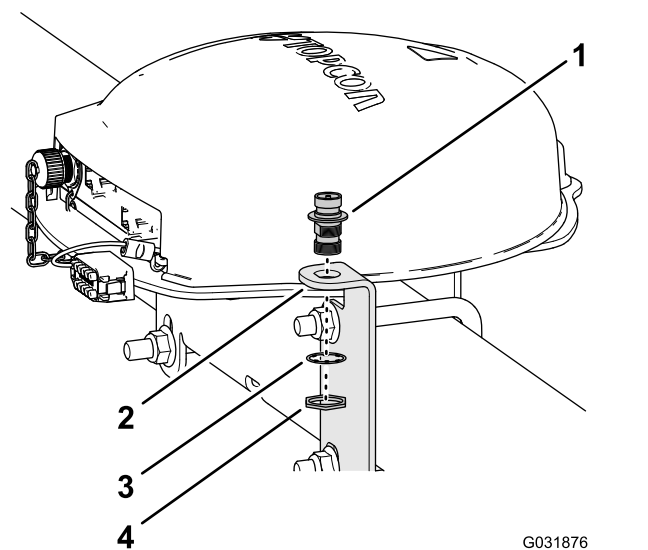

図 127
- 同軸カップラのねじ部分を下に向けて RTK アンテナ用ブラケットの開口部に通す図 127。
- ロックワッシャとジャムナットで同軸カップラをアンテナブラケットに組み付け、ジャムナットを手締めする図 127。